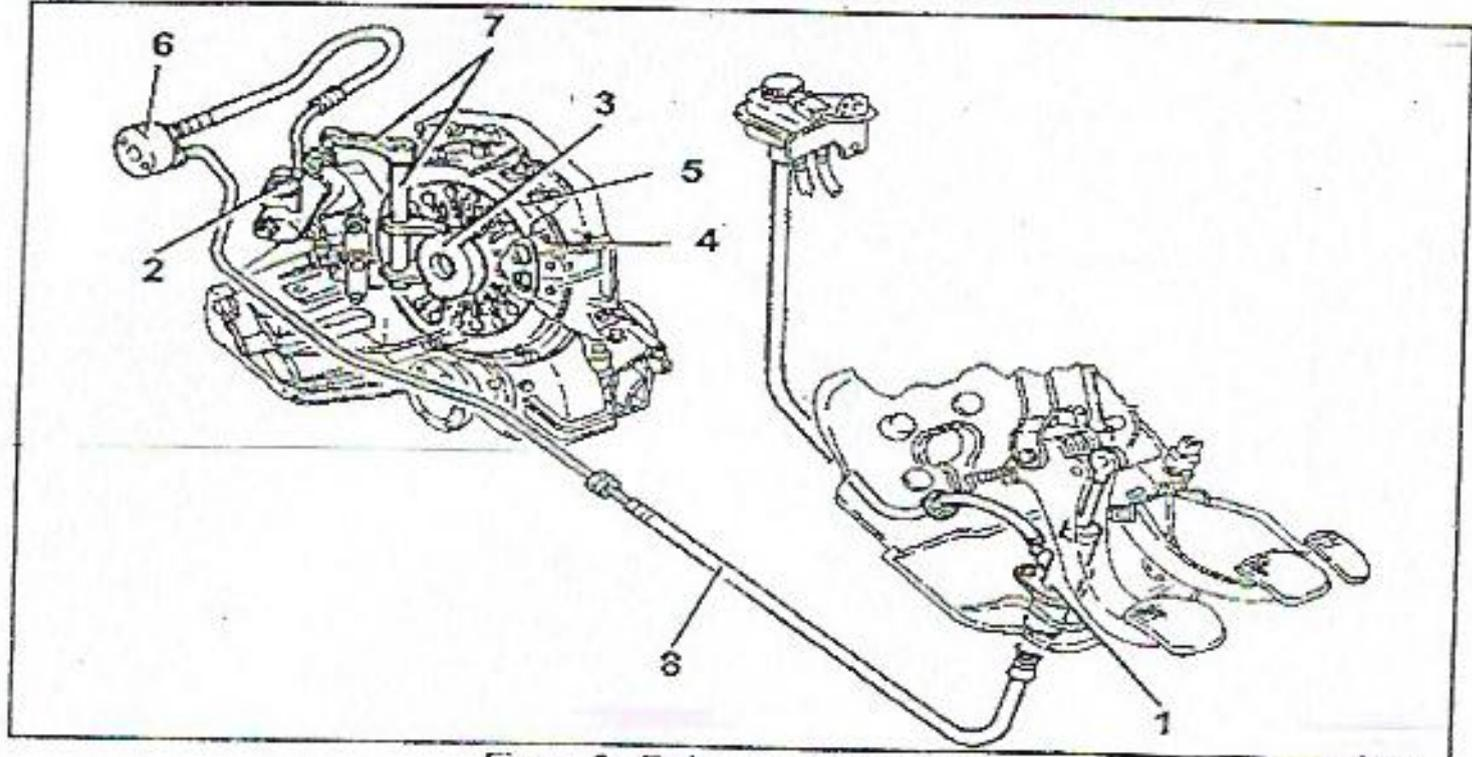

Figure 3 : Embrayage hydraulique
I.3.5 Complétez le tableau 3 relatif à la figure 3
La figure 3 ci-dessous représente un embrayage hydraulique montée sur une V6, moteur à essence.
I.3.1 Nommer l'élément sur la figure 3 qui est en appui constant sur le système d'embrayage.